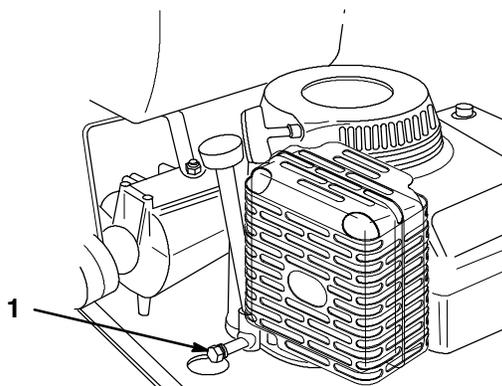

Figure 26
3. Placer un récipient sous l'ouverture de vidange et retirer le bouchon de vidange d'huile (Fig. 26).